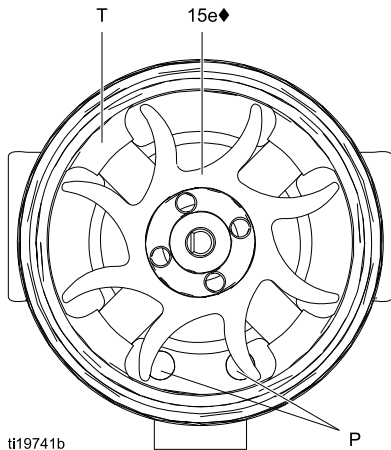
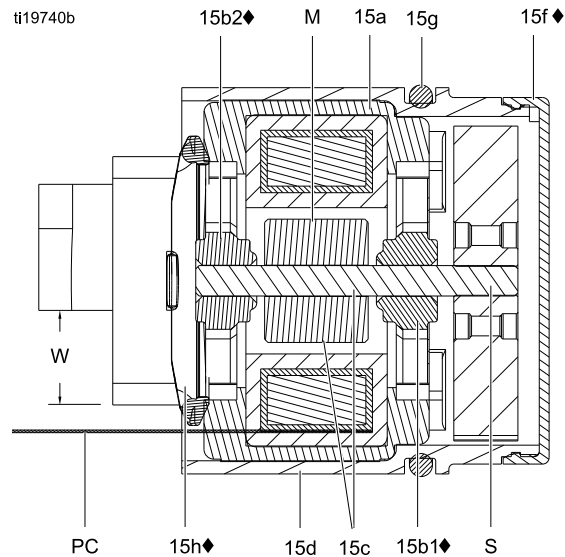

Figure 34 风扇方向
Figure 35 交流发电机横截面
7. 将线圈组件 (15a) 固定在工作台上，使风扇端朝上。使用宽边螺丝刀撬开转轴 (S) 上的风扇 (15e)。
10. 将新的底部轴承 (15b1◆) 安装在轴 (S) 的较长端。轴承的较平侧面必须背向磁铁 (M)。装入线圈 (15a)，使轴承叶片与线圈表面齐平。
12. 将线圈组件 (15a) 固定在工作台上，使风扇端朝上。将风扇 (15e◆) 按压在转轴 (S) 较长端上。风扇叶片必须按照说明进行定向。
13. 小心将线圈组件 (15a) 按压至外壳 (15d◆) 前部，同时将线圈的针脚与外壳槽位对齐。3 线连接器 (PC) 必须位于外壳止动舌上较宽凹槽 (W) 的下方，如图 35 所示。确保线圈对其针脚 (P) 的位置如图 34 所示。
14. 旋转风扇 (15e)，使扇叶清洁外壳背部的四个轴承止动舌 (T)。确保底部轴承 (15b1◆) 与止动舌对准。